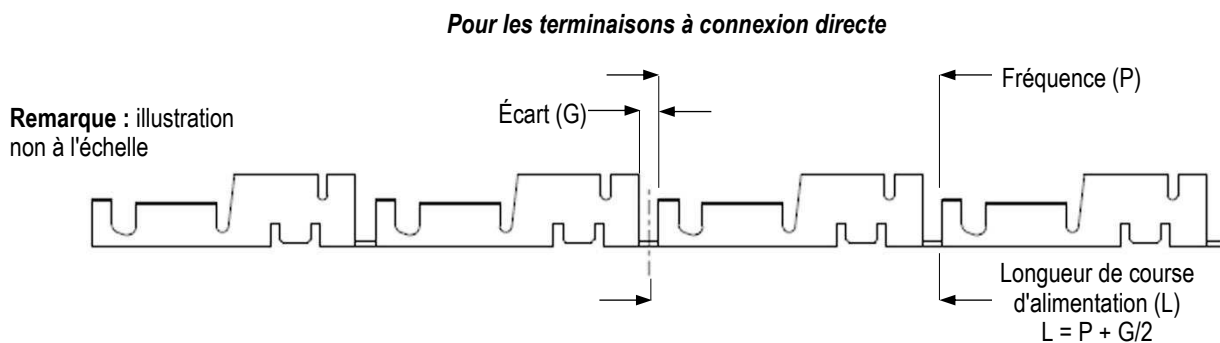

Figure 22
3. Tourner la roue de réglage jusqu'à la dimension « L » appropriée à la cosse en cours de traitement. Voir le dessin du client pour connaître la dimension « L » pour les cosses AMPLIVAR. Si les données ne sont pas disponibles, régler le « L » sur la fréquence des cosses plus la moitié de l'écart entre les cosses (voir Figure 22).